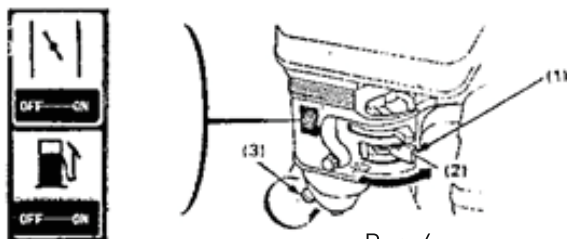

Рис. 6
- Переместите топливный краник в положение «открыто» (ON) и убедитесь, что нет утечки топлива (см. рис. 6).